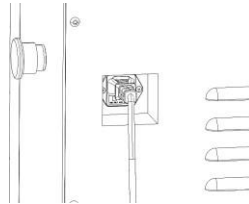

РИС. 7
4. Подключите кабель питания к устройству, как показано на РИС. 7